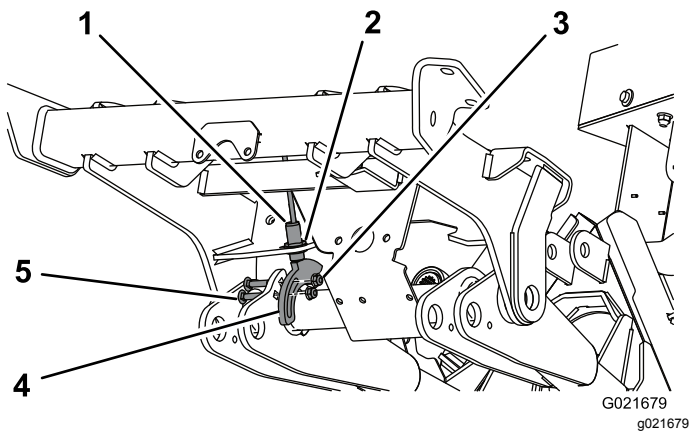

図 14
- 前フレームの下側についている穴を利用して、近接スイッチを、ワッシャおよびジャムナットで取り付ける 図 14。
- センサープレートは 図 14 のようにセットする。